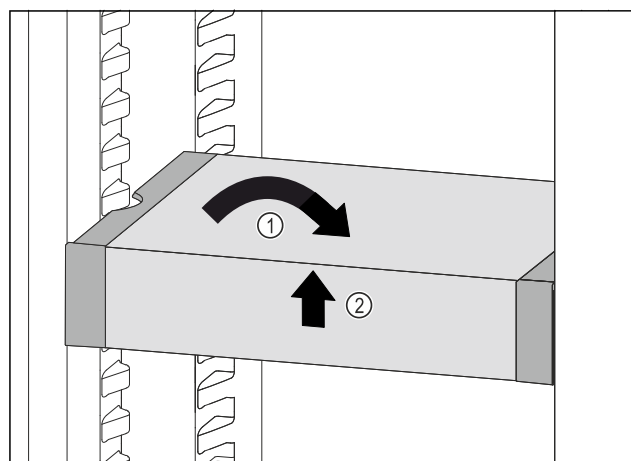

Fig. 115
- Seadke VarioSafe otseks. Fig. 115 (1)
- Tõstke VarioSafe eest üles. Fig. 115 (2)